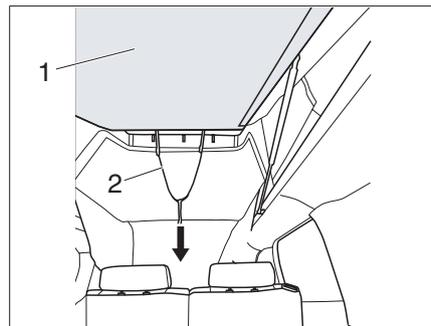

Bild 29 Liegefläche vorbereiten
- ▶ Liegefläche (Bild 29,1) am Gurt (Bild 29,2) nach unten ziehen.
- ▶ Vor dem Schließen des Aufstelldachs die Liegefläche (Bild 29,1) herunterziehen. Liegefläche und Aufstelldach nicht gleichzeitig herunter ziehen.
- ▶ Liegefläche (Bild 29,1) nach unten ziehen.